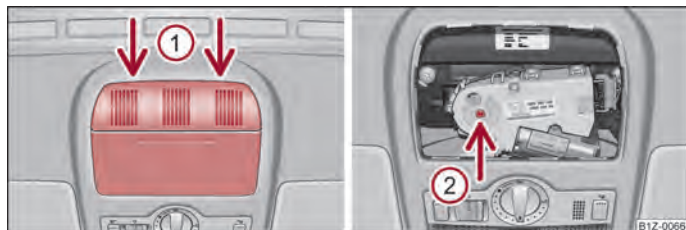

Fig. 23 Découpe dans le revêtement de pavillon : Points d'introduction du tournevis/Ouverture pour insérer la clé
- Mettez prudemment le côté plat d'un tournevis à l'arrière du cache du moteur électrique, au niveau des flèches ① ⇒ fig. 23 à gauche.
- Insérez une clé mâle coudée pour vis à six pans creux, Gr. 4, jusqu'à la butée dans l'ouverture au niveau de la flèche ② puis fermer et ouvrir le toit ouvrant/relevable ⇒ fig. 23 à droite.